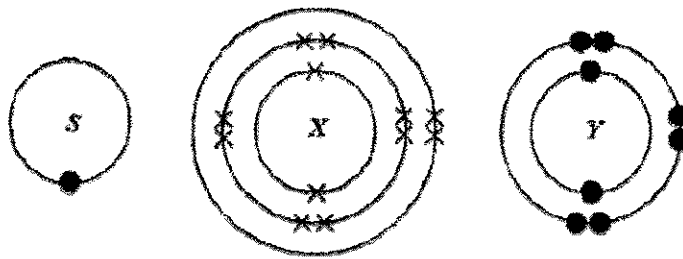

Figure 1(d) / Rajah 1(d)
- (d) Figure 1(d) shows the electron arrangements of elements S, X and Y.